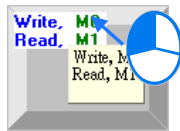

图 3-11 显示对象装置信息
- 显示对象装置信息：可以切换各对象设定的关联装置信息的显示或隐藏。点选功能工具栏的 **查看 (V)** > **显示对象装置信息 (I)** 或是图示工具栏的「显示对象装置信息」按钮 。所有对象的左上角将显示如图 3-11 的信息内容，将鼠标移至对象上方，也会显示信息内容的快显说明。